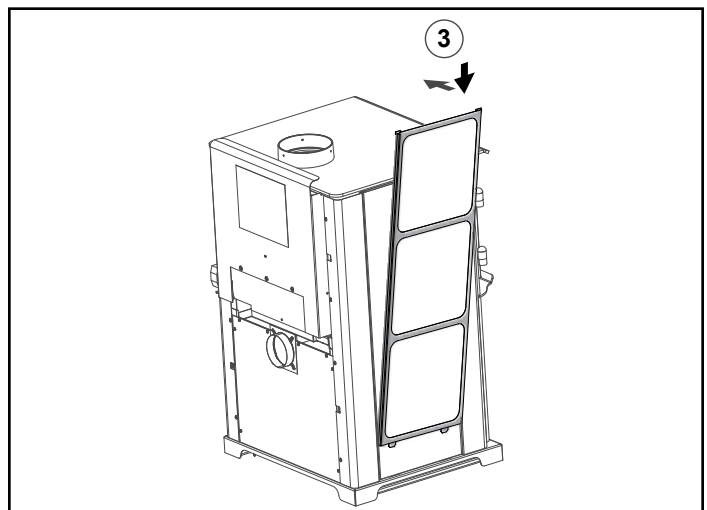

Figure 17.5
- Fixez à nouveau le cadre des tuiles (**Figure 17.5**).